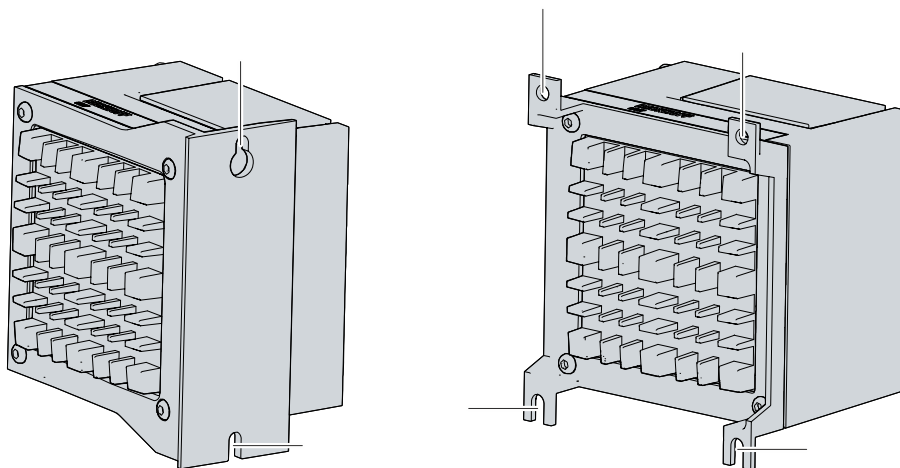

Abb. 19: Schaltschrankeinbau Montageplatten
2. Hängen Sie den PC an den gekennzeichneten Stellen der Montageplatte (siehe Abb.19) auf die Schrauben.